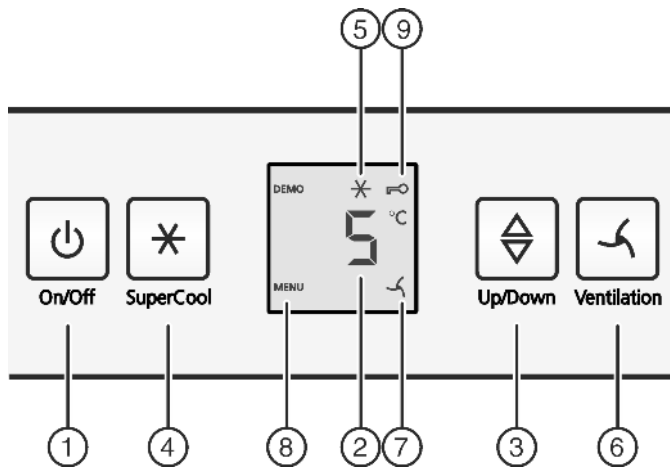

Fig. 3
- ▶ Taste On/Off Fig. 3 (1) drücken.
- ▶ Taste SuperCool Fig. 3 (4) ca. 5 Sekunden drücken.
- ▷ In der Anzeige wird das Symbol Menu Fig. 3 (8) angezeigt.
- ▶ Mit der Taste SuperCool Fig. 3 (4) kurz bestätigen.
- ▷ Das Symbol Kindersicherung Fig. 3 (9) leuchtet in der Anzeige.
- ▶ Die Taste On/Off Fig. 3 (1) kurz drücken.
► Temperaturfunktion aufrufen: Die Einstelltaste Fig. 3 (3) drücken.
► Temperatur in 1 °C -Schritten ändern: Einstelltaste Fig. 3 (3) so oft drücken, bis die gewünschte Temperatur in der Temperaturanzeige leuchtet.
- Taste SuperCool Fig. 3 (4) kurz drücken.
- ▷ Das Symbol SuperCool Fig. 3 (5) leuchtet in der Anzeige.
- ▷ Das Symbol SuperCool Fig. 3 (5) erlischt in der Anzeige.